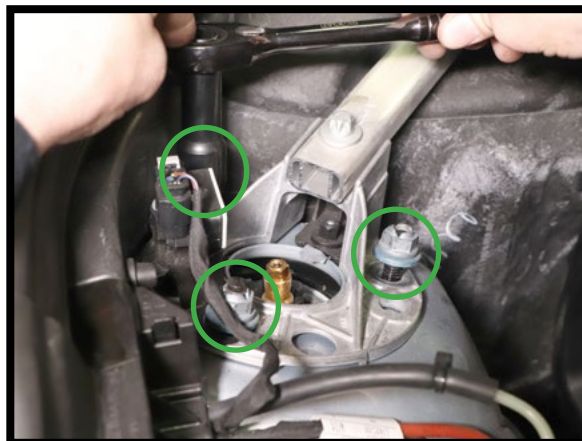

图29
9. 安装三 (3) 个顶部支柱安装螺母。按照制造商的规范拧紧。(图29)